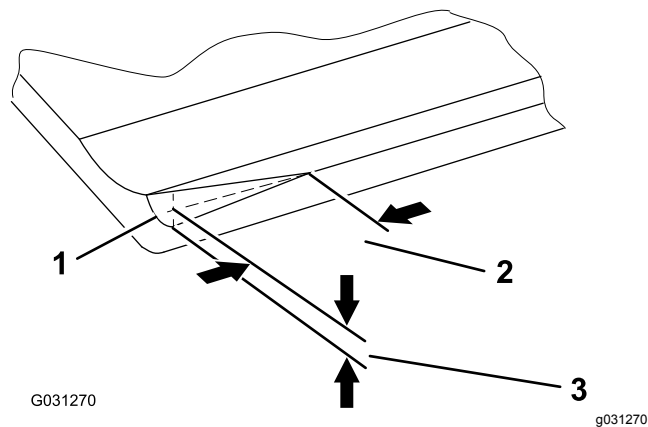

図 11
**注** 出荷時に面取りを施していますが **図 11**、この面取りはベッドナイフの寿命の中ほど40%でなくなりますので、面取りが必要になります。